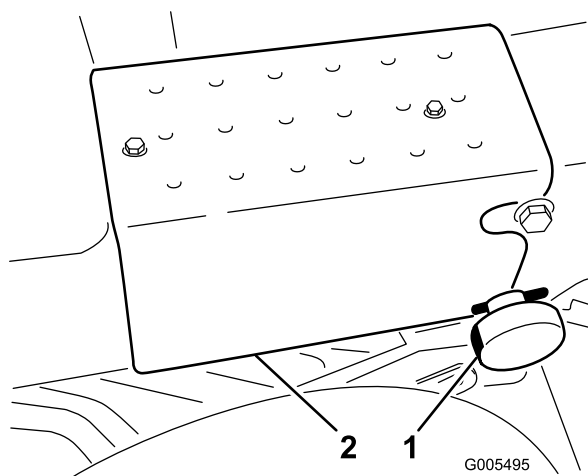

Figura 7
5. Articule o braço da direcção para a posição de operação vertical (entalhes). Prenda com o manipulador de bloqueio e contrapino (Figura 7).
6. Monte o degrau direito no chassis usando 2 parafusos auto-roscantes (Figura 7).